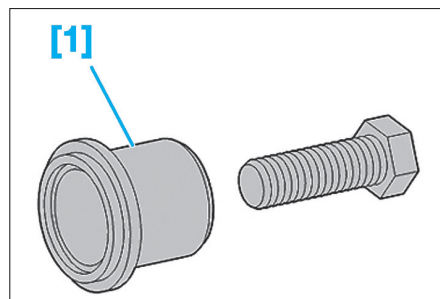

Fig. 30
- [1]. Tampon de montage du joint à lèvres d'arbre à cames (réf : 0132/2.AN) (Fig.30).